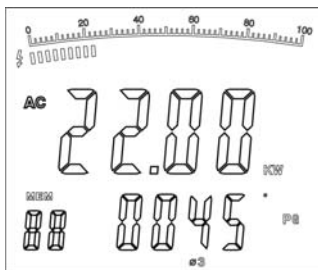

Figura 11
- Después de la grabación de la medición de potencia de corriente bifásica, presione SEL de nuevo para seleccionar ③ . La pantalla doble muestra el valor KW de potencia activa y el PG trifásico, como en la figura 11.